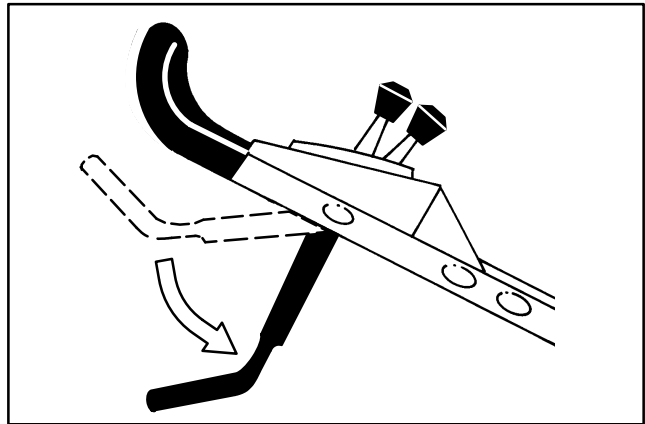

Abbildung 16
7. Die Schalteiste in ihre tiefste Stellung bringen (Abb. 16).